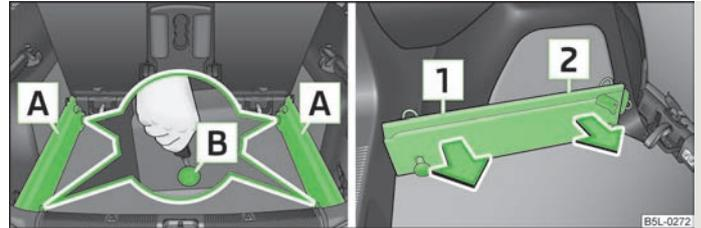

Fig. 61 Défaire les points de fixation/extraire les glissières de support
- Défaitez les points de fixation **B** » fig. 61 sur les glissières de support à l'aide de la clé du véhicule ou d'un tournevis plat.